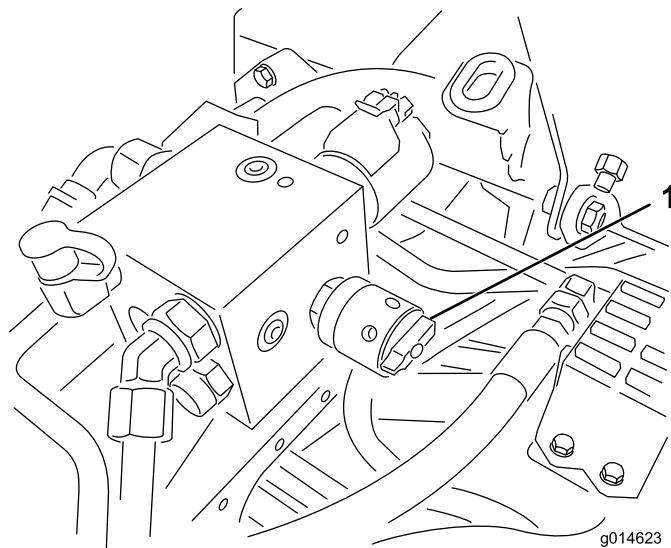

图51
4. 要调节滚刀的速度，请旋转旋钮（图51），直至指示器箭头与在步骤 3 中确定的数字对齐。